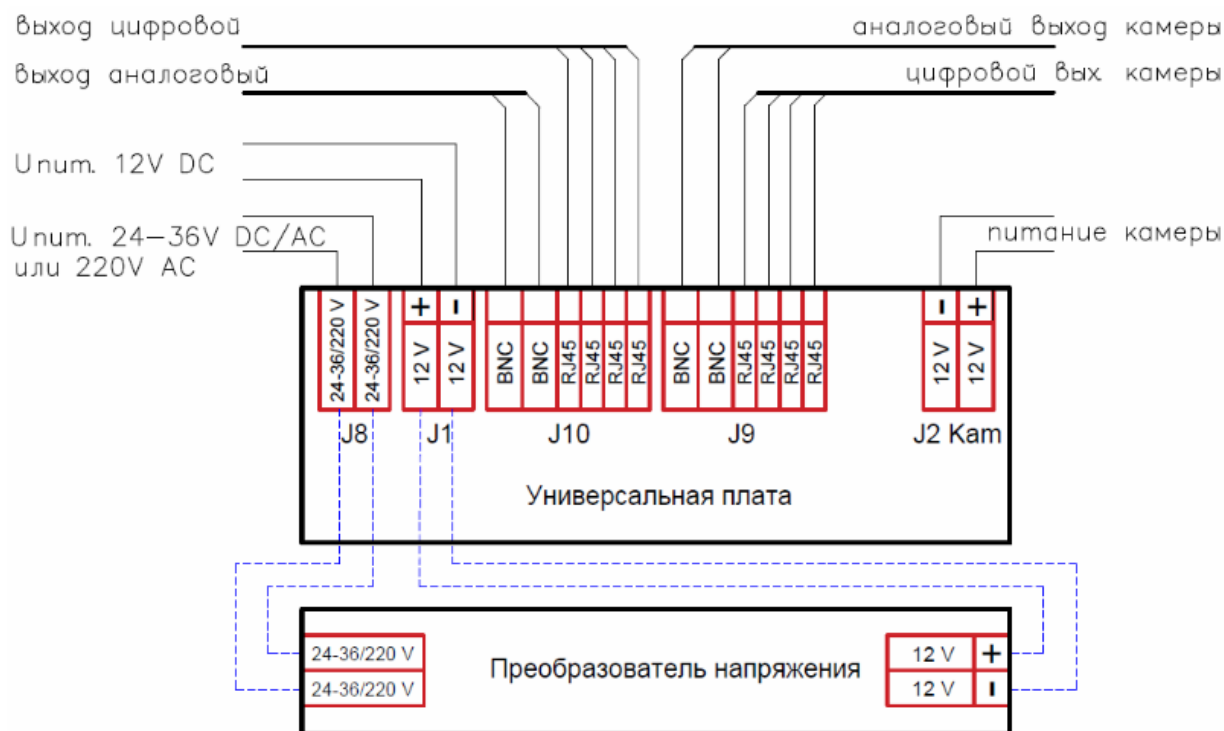

Рисунок 4.3 –Схема подключения термокожуха
4.6.5 Подключите видеокамеру к электронной плате согласно схеме подключения (рис. 4.3)
4.6.6 Через кабельные вводы заведите питающий и сигнальный кабели, подключите к универсальной плате (рис. 4.3);